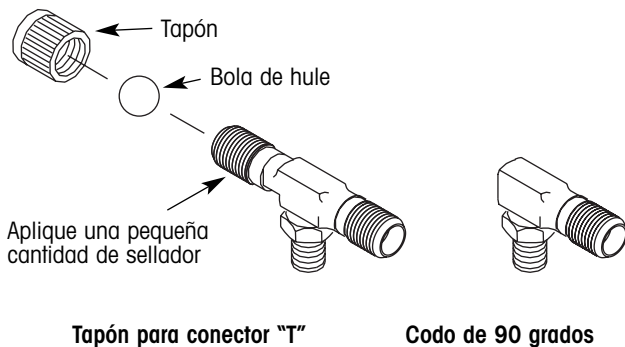

Figura 3. Conexiones para las configuraciones de llantas sencillas anchas
2. Para configuraciones de llantas sencillas anchas, existen dos tipos de conexiones — el conector "T" con tapón y el codo de 90 grados. Si usted tiene el conector "T" con tapón, instale primero el tapón antes de instalar el conector "T" en el adaptador de la junta rotativa. **Aplique una pequeña cantidad de sellador** a las cuerdas de un extremo del conector "T" y rosque el tapón en ese mismo extremo del conector "T" (figura 3). Apriete el tapón a 12 - 18 pies lbs. (16 - 24 N•m) de torque. Si usted tiene el codo de 90 grados, continúe con el paso 3.